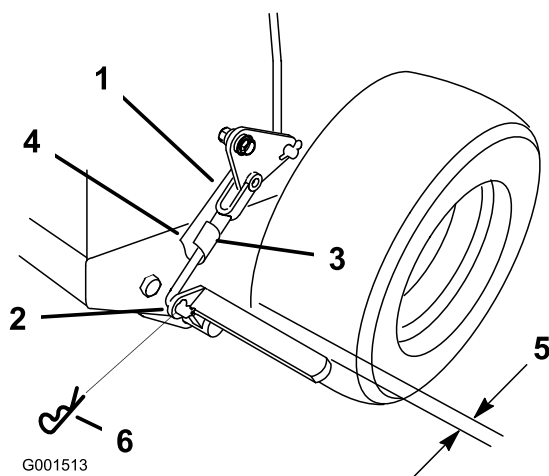

Figure 48
3. Enlevez la goupille fendue élastique de la biellette de frein inférieure (Figure 48).
4. Tournez la biellette de frein inférieure dans le sens horaire dans la chape pour serrer le frein de stationnement; tournez la biellette de frein dans le sens anti-horaire hors de la chape pour desserrer le frein de stationnement (Figure 48).
**Remarque:** Il doit exister un écart d'environ 6 mm (1/4 de pouce) entre le pneu et la barre plate lorsque le frein de stationnement est desserré (Figure 48).
5. Fixez la biellette inférieure au levier de frein inférieur avec la goupille fendue et l'axe de chape (Figure 48).